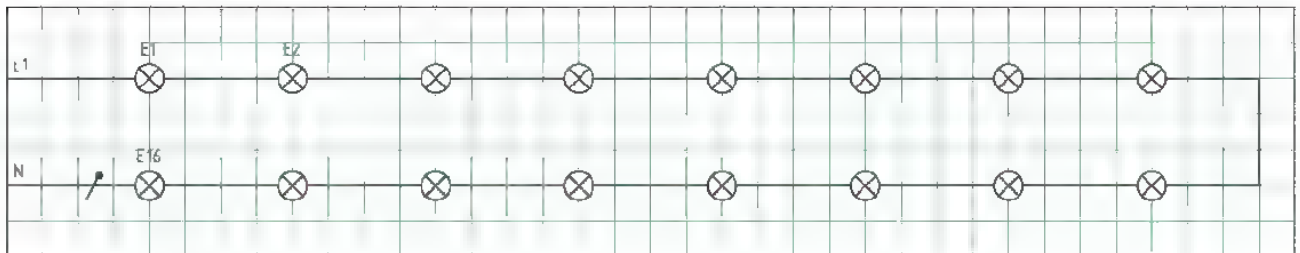

Bild 1: Lichterkette
2. Tragen Sie in die Schaltung (**Bild 1**) der Lichterkette a) die fehlenden Betriebsmittelbezeichnungen und b) die elektrischen Größen Gesamtspannung, Lampenspannung an E12, Gesamtstrom und den Lampenstrom durch E9 ein.